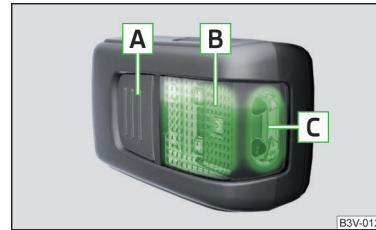

Abb. 115
Beschreibung der Leuchte » Abb. 115
- Zum **Einschalten** der herausgenommenen Leuchte die Taste **A** drücken » Abb. 115. Durch erneutes Drücken wird die Leuchte **ausgeschaltet**.
Wird die Leuchte nicht ausgeschaltet und korrekt in die Halterung eingesetzt, dann werden die LED-Leuchtmittel im vorderen Teil der Leuchte **C** » Abb. 115 automatisch ausgeschaltet.